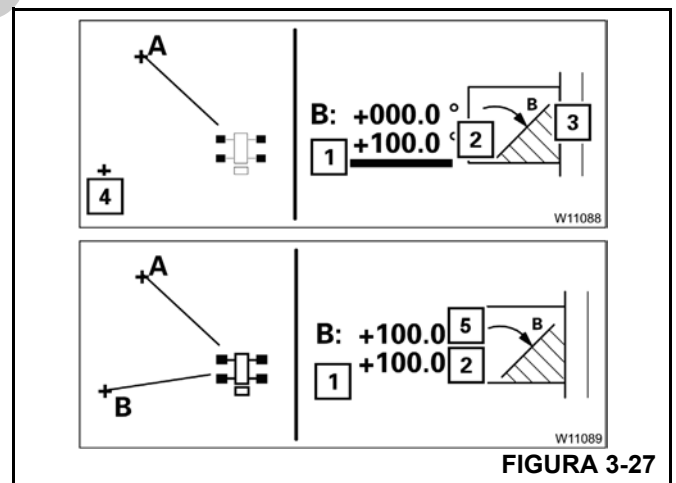

FIGURA 3-27
1. Pressione o botão (3) (Figura 3-27).
2. A barra (1) fica vermelha, modo de entrada ligado. Para cancelar a entrada, pressione o botão **Esc**.
3. Gire a lança principal (4) até o ponto de desligamento a partir da esquerda, por exemplo, para o valor (2) 100°.
6. O valor (2) é aceito como o valor-limite (5).
7. A barra (1) se apaga.